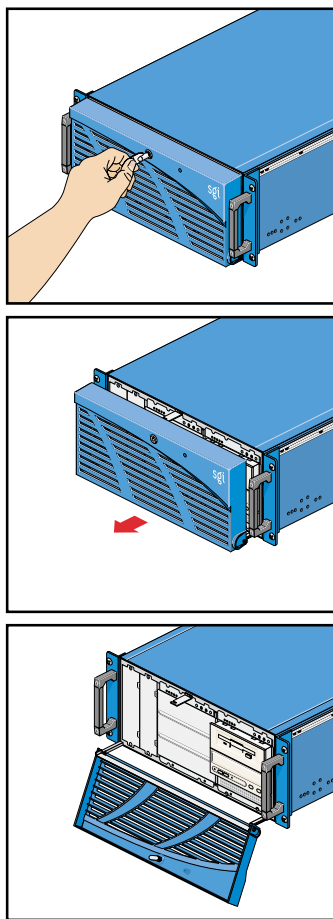

図3 ノードベゼルを開く
8. ベゼルを引き出してノードから外し、図3に示すようにベゼルを下方に回すようにしてください。